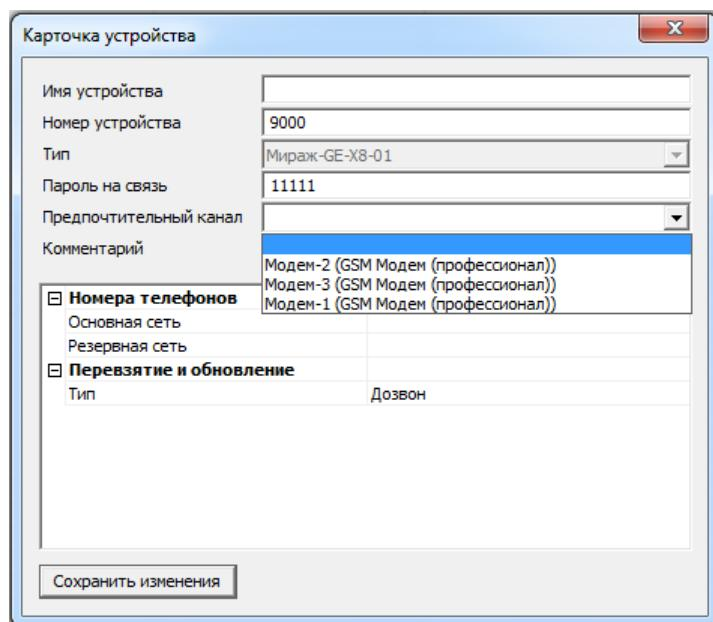

Рис. 8.2. Карточка устройства
2. В открывшемся окне Карточка устройства выберите предпочтительный модем в раскрывающемся списке Предпочтительный канал и нажмите кнопку Сохранить изменения (рис. 8.2).